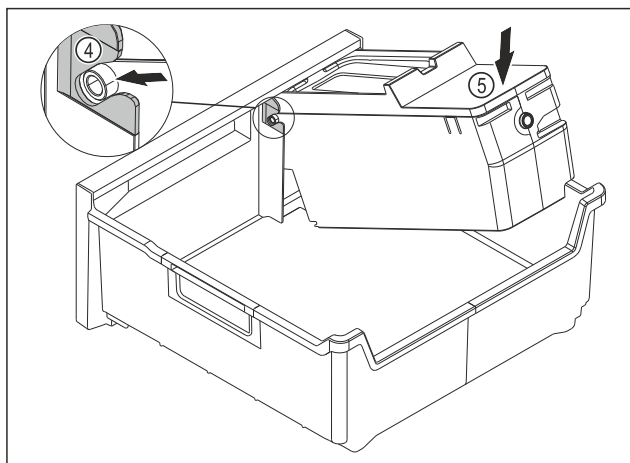

Fig. 149
- ▶ Смонтируйте корпус EasyTwist-Ice: Вставьте оси корпуса EasyTwist-Ice в направляющие Fig. 149 (4).
- ▶ Вдавите корпус EasyTwist-Ice Fig. 149 (5) вниз.